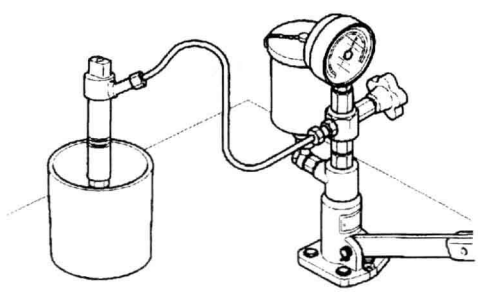

图 4-2-13 喷油压力的检查
(2) 检查喷油压力。如图 4-2-13 所示，使用喷嘴检测器检测喷油压力，用垫片调整喷油压力，喷油压力标准值应为 14.7MPa。